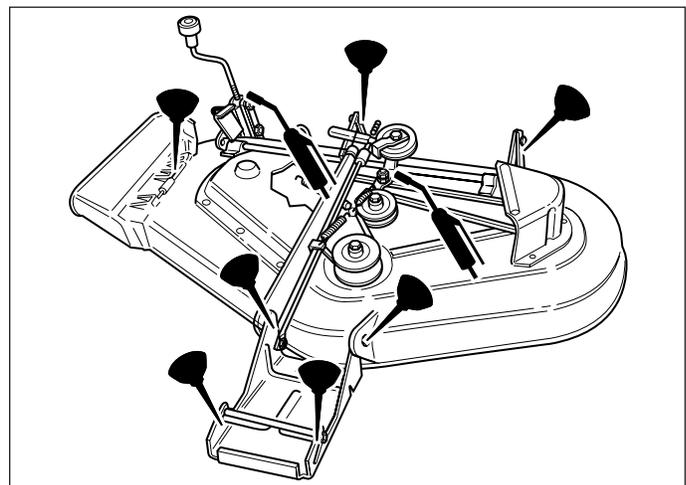

Figure 15. Lubrification
1. Débrancher les câbles de la batterie, le négatif en premier (A, Figure 15).